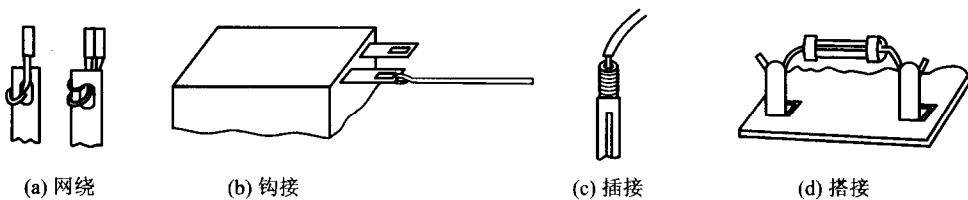

图 1-10 导线与接线柱焊接前的连接方式
- (1) 剥去铜导线端的绝缘层,清除芯线表面的氧化层,多股芯线清除氧化层后要拧紧。
- (2) 清除接线柱上的脏物和氧化层并涂上焊剂。
- (3) 将导线头与接线柱连接好,常见的连接方式有网绕、钩接、插接和搭接四种形式,如图 1-10 所示,连接好后按要求进行焊接。